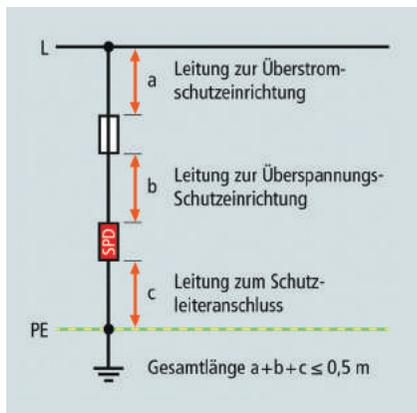

Bild 4 | Empfohlene maximale Anschlusslängen von Überspannungsschutzgeräten im Leitungsabzweig entsprechend DIN VDE0100-534.
z.B. mittels des Metallgehäuses der Schaltgerätekombination erreicht (Bild 4). Dadurch kann der erdungsseitige Anschluss zum SPD vernachlässigt werden (effektive Leitungslänge c = 0m). Voraussetzung ist, dass das Metallgehäuse der Schaltgerätekombination mit dem PE verbunden ist und somit die Forderung nach DIN VDE0100-540 erfüllt